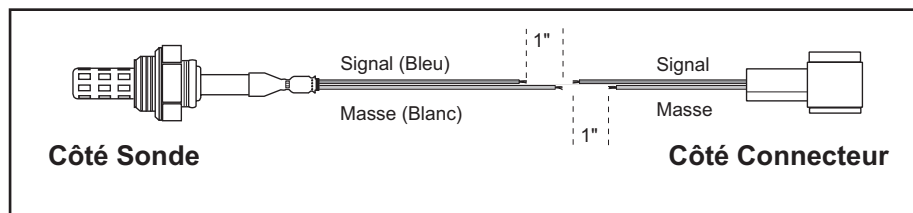

fig. 1
6. Les deux sondes côte à côte, couper la sonde originale, de façon à ce que la longueur globale augmente de 2,5 cm à 5 cm. (Voir fig. 1) Cela permet de faire des branchements à intervalles réguliers, la conduite thermo-rétractable se fixe aux branchements en bout de connecteur et la longueur globale finale correspond à la longueur initiale.